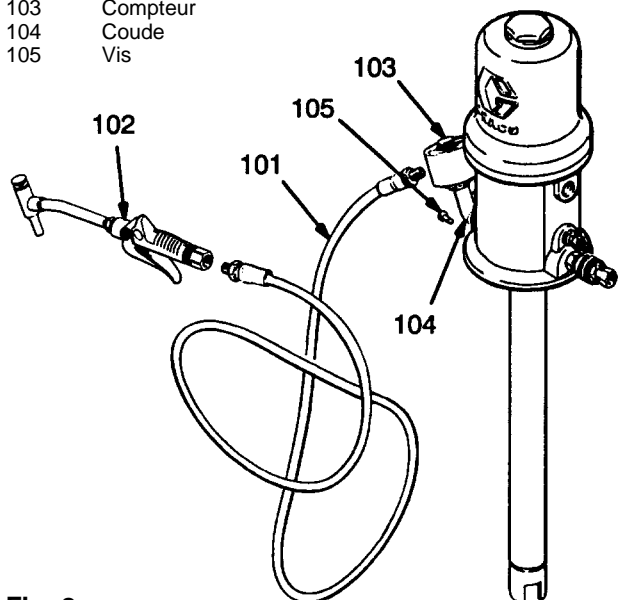

Fig. 2
Installer le coude (104) sur la sortie produit de la pompe et le fixer au moyen de la vis (105). Installer le compteur (103), le flexible (101) et la poignée distributrice (102). Voir la Fig. 2.